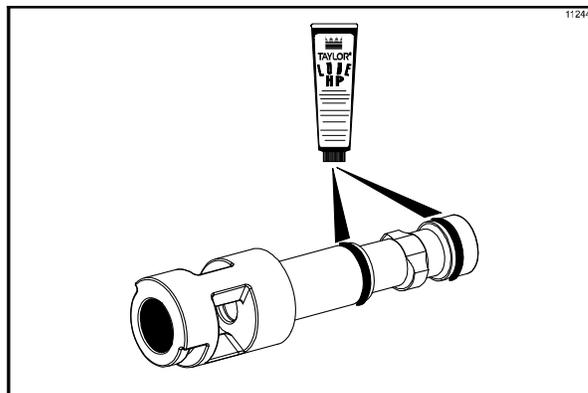

図115
5. ドローバルブ スピナーアセンブリーを組み立て、ドローバルブリングに切れ目や傷のないことを確認します(磨耗していれば交換してください。)ドローバルブリングに問題なければ、ドローバルブの溝に2つのリングをはめ、ループを塗ります(図115を参照)。